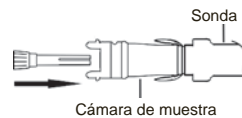

Figura 2. Introducción de la guía de la punta en la cámara de muestras
2. Retire el aplicador del paquete utilizando una técnica aséptica estándar y compruebe si ha sufrido daños. Retire el protector de punta (A).
5. Introduzca la guía de la punta (B) en la cámara de muestras. Asegúrese de que la guía de punta esté completamente introducida. Consulte la figura 2.